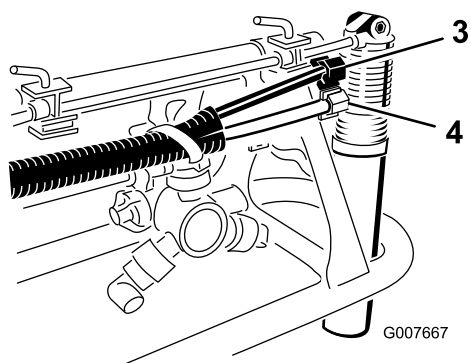

Рисунок 8
8. В комплекте поставки найдите пенные сопла и установите сопло на монтажный стержень, как показано на (Рисунок 8).